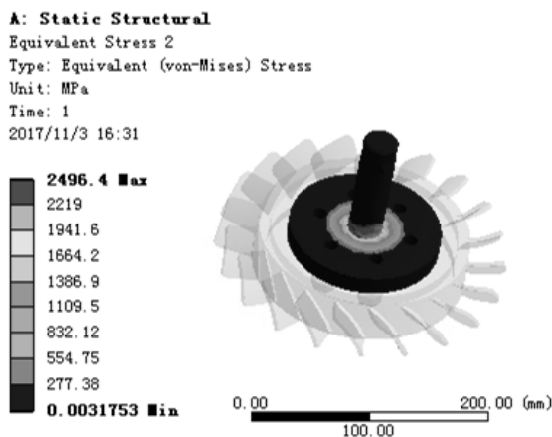

图 7.6.14 应力结果图解 (link-shaft)
(4) 查看 link-shaft 应力结果图解。在“Outline”窗口中选中  Equivalent Stress 2, 查看图 7.6.14 所示的零件 shaft 的应力结果, 其最小应力为 0.0031753MPa, 最大应力为 2496.4MPa。